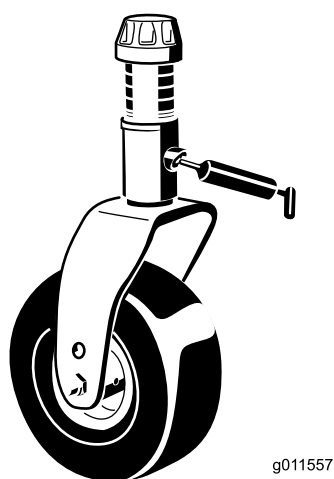

Figure 44
- 2 bagues d'axe de fourche de roue pivotante (Figure 44)